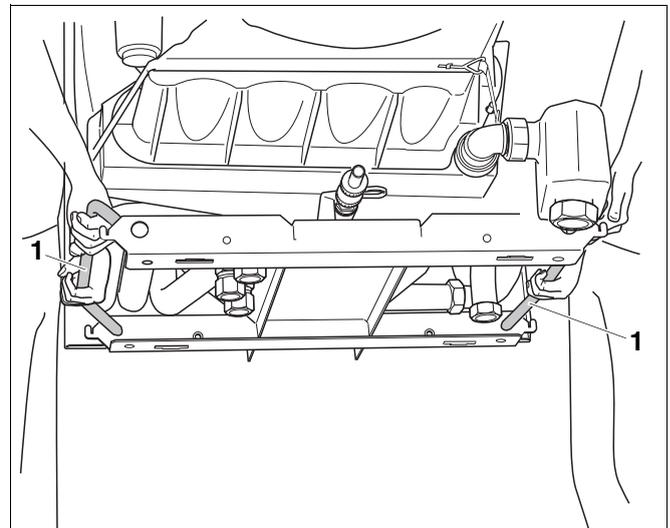

Bild 9 Heizkessel auf S135/S160 heben
Der Logano SB105 kann zum Heben und Tragen unten an den Hebehilfen am Grundrahmen (Bild 9, **Pos. 1**) angefasst und zum Aufstellort transportiert werden.
- Heben und tragen Sie den Heizkessel nur an den vorgesehenen Hebehilfen (Bild 9, **Pos. 1**).
- Heizkessel mit Hilfe der Hebehilfen am Grundrahmen (Bild 9, **Pos. 1**) auf den S135/S160 heben.